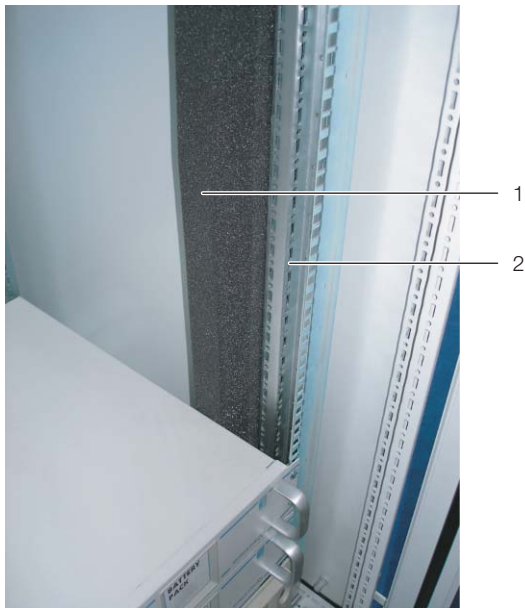

Рис. 22: Поролоновые полоски на одном профиле серверного шкафа
- Закрепите более широкую (Арт. № 3301.370 / 3301.320) из двух поролоновых полосок, являющихся комплектующими Liquid Cooling Package, снаружи на одном из передних профилей серверного шкафа (рис. 22). Обратите внимание на то, чтобы эти полоски были размещены с той стороны шкафа, с которой будет установлен Liquid Cooling Package.
- При установке Liquid Cooling Package только с одной стороны: закрепите более узкую (Арт. № 3301.380 / 3301.390) из двух поролоновых прокладок, являющихся комплектующими Liquid Cooling Package, снаружи на одном из передних профилей серверного шкафа (рис. 22). Обратите внимание на то, чтобы эти полоски были размещены с той стороны шкафа, с которой будет установлена боковая стенка.